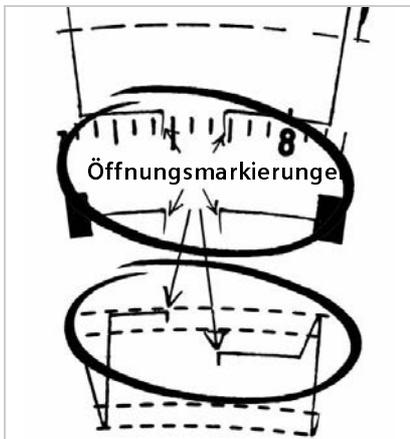

Abb. 71: Öffnungsmarkierung bei Gerätetyp 1308 /1310, 1311/1314, 1318
2. Nach der Öffnungsmarkierung ist im Beispiel bei der Wegstreckenaufzeichnung augenscheinlich eine Differenz von 8 km ersichtlich, ohne dass ein Fahrzeugwechsel auf der Rückseite des Schaublatts vermerkt wurde, siehe Abb. 71 bzw. 72.